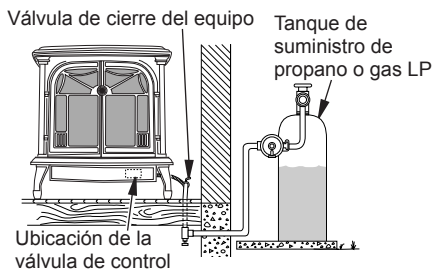

Figura 10 - Revisión de las uniones de gas en unidades de propano o gas LP
3. Revise todas las uniones desde el medidor de gas (para gas natural) o desde el suministro de propano o gas LP a la válvula de cierre del equipo (consulte la figura 10 o 11). Aplique líquido no corrosivo para detectar fugas en todas las uniones de gas. La formación de burbujas indicará una fuga.